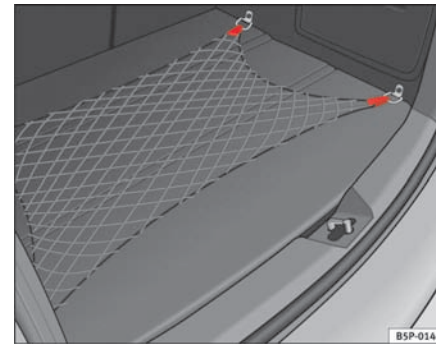

Fig. 108 Bagagerumsnet
- Anvend fastgørelsesøjerner i bagagerummets sider til montering af bagagerumsnettet ⇒ fig. 108.